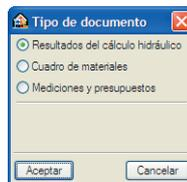

Fig. 1.38
- Pulse en el menú **Archivo>Imprimir>Listados de la obra** (o directamente el icono ) , seleccione **Resultados del cálculo hidráulico** y acepte para obtener los resultados del cálculo hidráulico (Fig. 1.38)